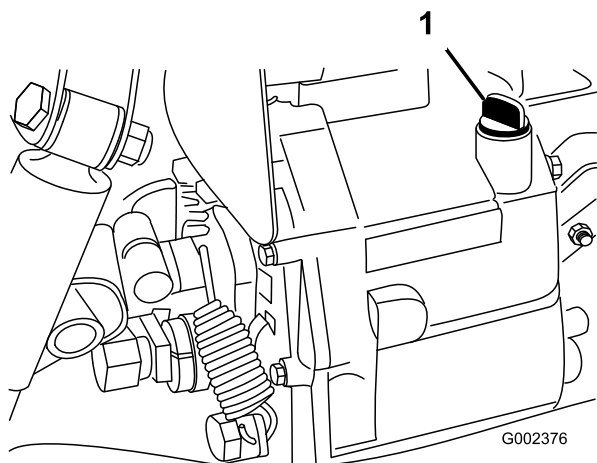

Рисунок 18
2. Очистите область вокруг отверстия для измерительного щупа (Рисунок 18).